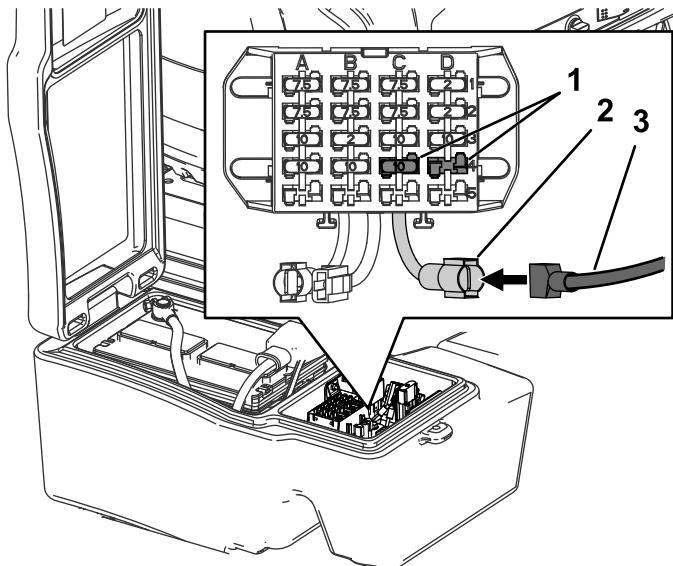

図 24
4. 図 24 のように、ワイヤハーネス端子を、ヒューズボックスから出ている補助電源線に接続する。